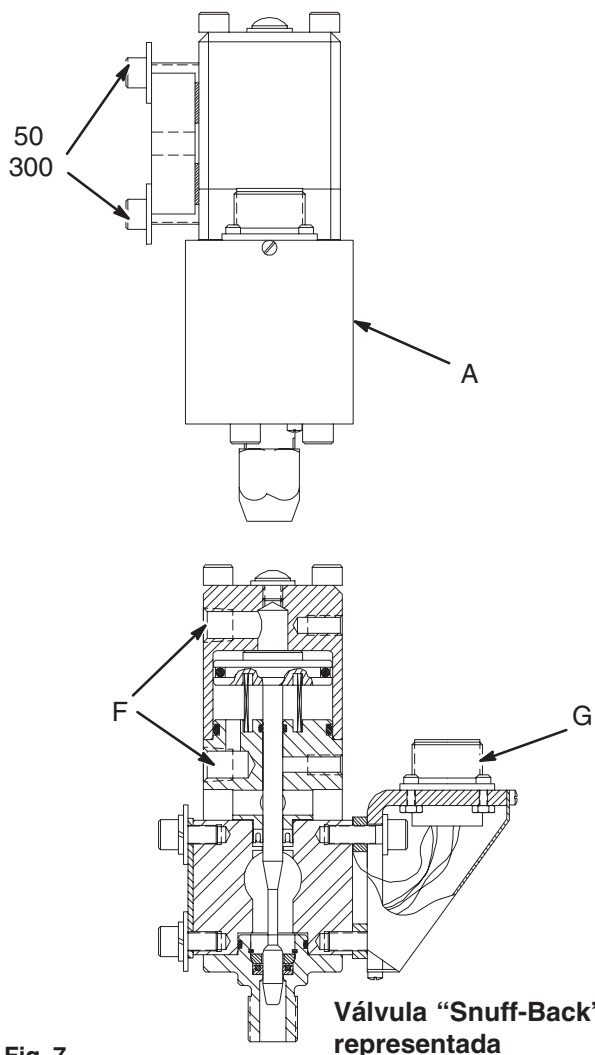

Fig. 7
2. Desconecte el enchufe del cable del receptáculo de la válvula dispensadora (G). Vea la Fig. 7 de la página 12.
3. Desconecte las líneas de aire de los orificios de aire de la válvula dispensadora (F).
4. Desconecte la manguera de producto del orificio de entrada de producto (A).
Vuelva a conectar la válvula dispensadora automática a su ménsula de montaje. Vea la Fig. 7.